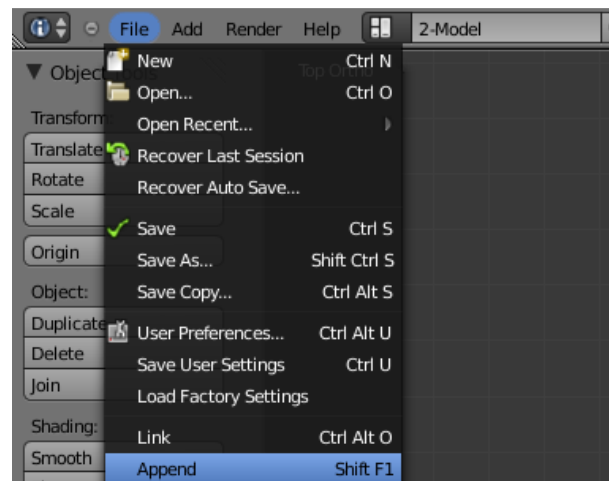

Figura 5.110
1. Para importar a malha da jante para o ficheiro que contém a malha do capote e do chassi, admitido aqui que foram criados em diferentes ficheiros, seleccione **File > Append** na barra da janela Info, figura 5.110.